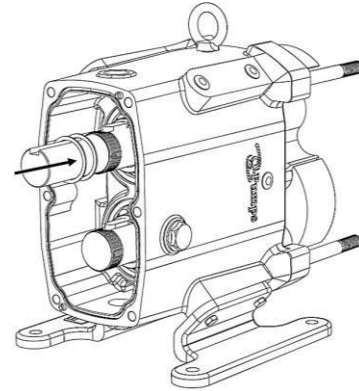

Figura 57: Instalación de laines
9. Si las holguras son incorrectas, se pueden ajustar calzando un engrane. Retire las tuercas de seguridad y los engranajes de los engranajes y agregue laines de espaciamento de engranajes a un eje (Figura 57). El espaciamento del engrane que se está calzando se determina después de verificar las holguras, puede ser necesario un poco de prueba y error. Una vez que las laines estén en su lugar, vuelva a ensamblar los engranes y asegúrese de que se cumplan las holguras correctas. Retire los rotores de los ejes.